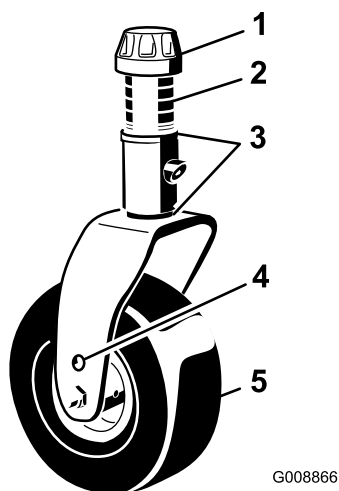

Figura 7
2. Posizionate gli assali delle ruote orientabili negli stessi fori su entrambe le forcelle. Fate riferimento a Figura 7 e Figura 8 per determinare i fori adeguati all'impostazione voluta.
3. Togliete il cappuccio di tensione dall'asse del perno (Figura 7) ed estraete il perno dal braccio della ruota orientabile. Montate i due spessori (3 mm) sull'asse del perno come erano montati in origine. Questi spessori servono per ottenere un livellamento sull'intera larghezza degli apparati di taglio. Mettete il numero opportuno di distanziali da 13 mm sull'asse del perno, fino ad ottenere l'altezza di taglio richiesta, quindi montate la rondella sul perno.